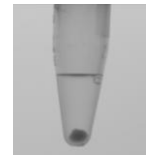

Abb.1: maximal empfohlene Pelletgröße
- 50 -200 µl von einer getriebten Probe, um nach der Zentrifugation ein Pellet von maximal 2 mm zu erhalten (vgl. Abb. 1)
- Die Größe des Pellets kontrollieren, es enthält die Zellen aus der Probe. Das Pellet darf eine Größe von ca. 2 mm Durchmesser nicht überschreiten (siehe Abb. 1). Falls nötig, einen Teil vom Pellet mit dem Überstand werfen